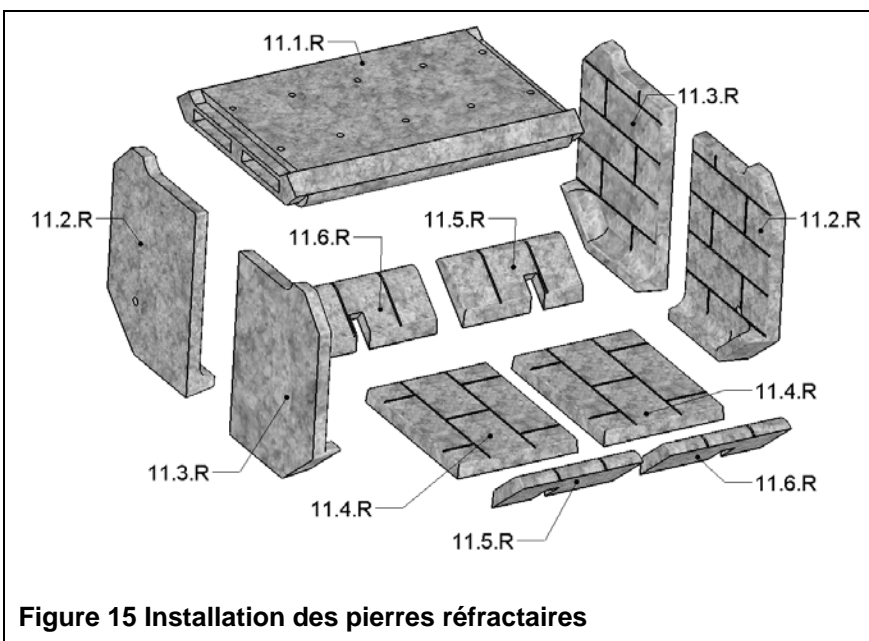

Figure 15 Installation des pierres réfractaires
Les pierres réfractaires de l'ORACLE2 sont installées dans le foyer à l'usine. Si pour une raison quelconque elles doivent être changées, suivez la procédure d'installation décrite plus bas (voir Figure 15). Pour enlever l'une ou l'autre des pierres réfractaires, il suffit de suivre les étapes dans l'ordre inverse. Consultez la Figure 15 pour identifier correctement quelle pierre réfractaire est la droite et laquelle est la gauche pour chaque étape de l'installation.
2. Tout en supportant le déflecteur à fumée le plus haut possible, placez les pierres réfractaires droites et gauches (deux droites 11.2.R et deux gauches 11.3.R) tel que montré dans la Figure 15.
4. Continuez en installant toutes les pierres réfractaires avant (deux droites 11.6.R et deux gauches 11.5.R) tel que montré dans la Figure 15.